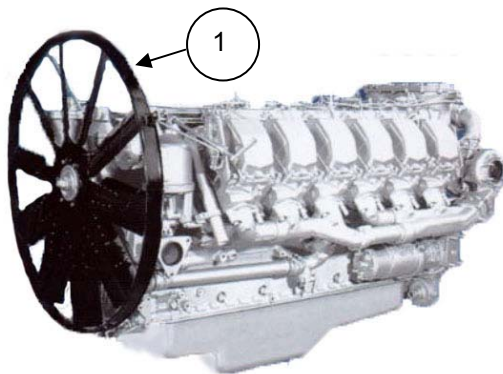

Рис. 2.4
Снять с двигателя крыльчатку (1) (845.1308011-04), отвернув 6 болтов М10х 1,25 (2) (размер ключа S= 14) (рис. 2.4) её крепления и привод вентилятора (1) (845.1308012-01), отвернув 6 болтов М10х1,25 (2) (S= 14) (рис. 2.5).